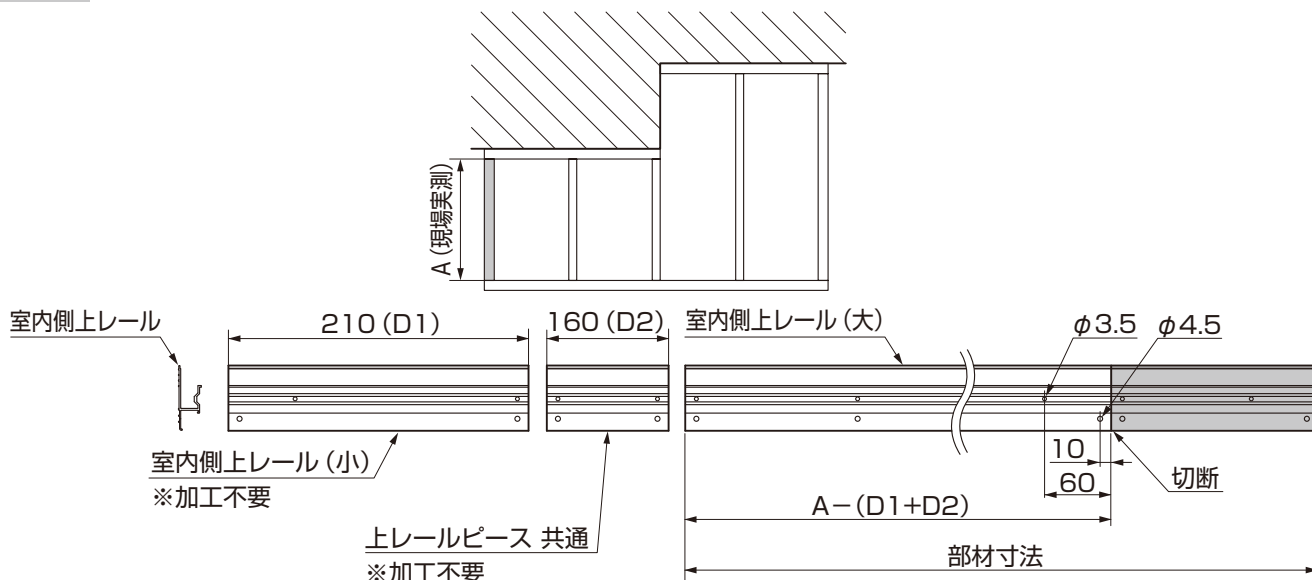
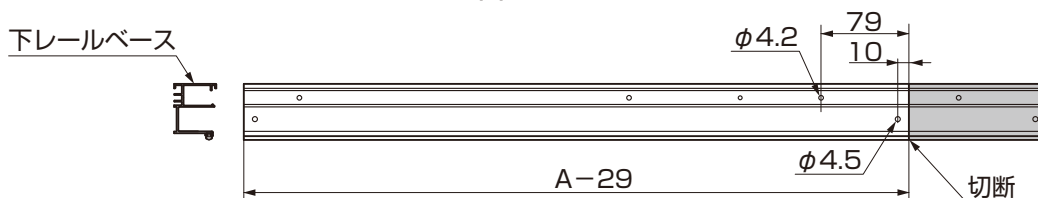
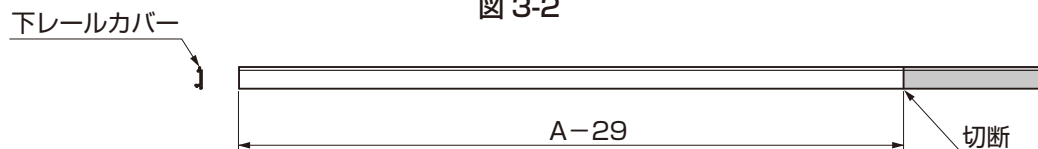

図 3-1
図 3-2
図 3-3
- ① 出幅違い側の方立 B～柱内寸法を実測してください。
- ② 図 3-1、図 3-2、図 3-3 を参照して、各部材をそれぞれ加工してください。